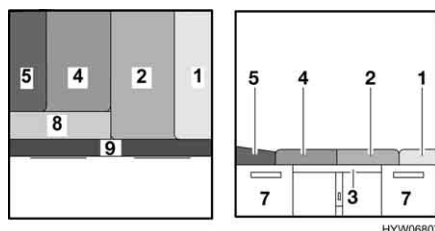

Fig. 39 Dopo la trasformazione
- Posizionare i due cuscini del divano (Fig. 39,2 e 4) al centro.
- Spingere i cuscini dello schienale (Fig. 39,1 e 5) tra i cuscini del divano e la parete.
- Appoggiare i cuscini aggiuntivi (Fig. 39,8 e 9) sulla prolunga del cassone letto.